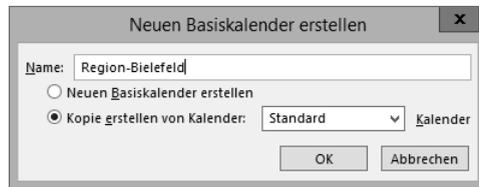

Abbildung 6.8 Namen für neuen Kalender vergeben
- Um hier nun einen neuen Kalender zu erstellen, klicken Sie oben rechts auf die Schaltfläche **NEUEN KALENDER ERSTELLEN**. Sie erhalten anschließend einen Dialog, um den neuen Kalender zu benennen (siehe Abbildung 6.8).